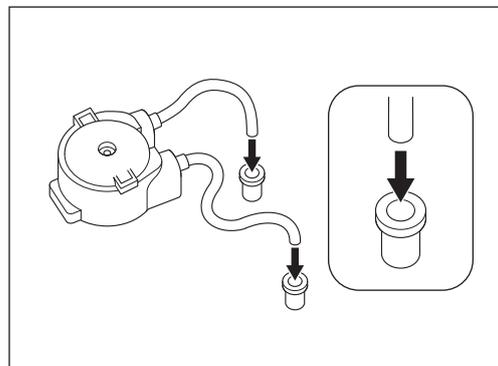

Fig. 54
- 6) Installez les joints de connecteur sur les tubes d'irrigation de la nouvelle pompe d'irrigation (option). Assurez-vous que le joint est correctement orienté (Fig. 54).